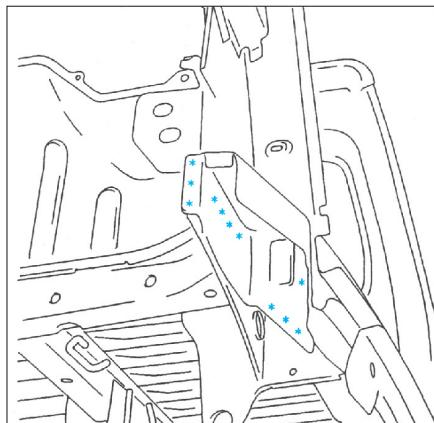

FIG. 156
- Découper par fraiseage des points (Fig.156).